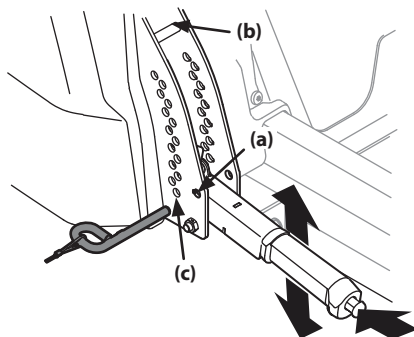

Figure 4-16
- a. Placez le levier de relevage du plateau de coupe à la position de démontage et d'installation (a) pour relever le plateau de coupe. Voir Figure 4-16.
- d. Abaissez le plateau de coupe à la position de démontage / d'installation du plateau de coupe (a) à l'aide du levier de relevage. Voir Figure 4-16.
- e. Abaissez le plateau de coupe à la position de démontage / d'installation du plateau de coupe (a) à l'aide du levier de relevage. Voir Figure 4-16.
1. Placez le levier de relevage du plateau de coupe à la plus haute position de coupe (b). Voir Figure 4-16.
2. Pour les modèles de couvercles de courroies standard, retirez les écrous papillons (a) qui fixent les couvercles de courroies (b) au plateau de coupe. Voir Figure 4-16.